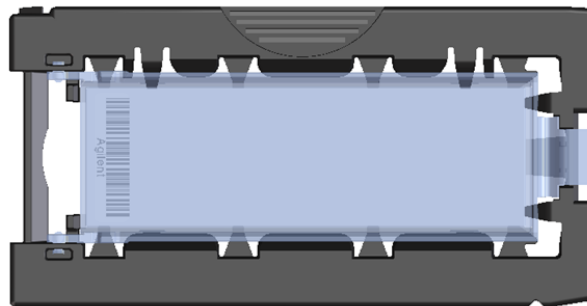

Abbildung 41 Objektträgerhalter – geschlossen mit Objektträger
- g Schließen Sie die Objektträgerabdeckung aus Kunststoff, wobei Sie auf das Ende mit der Nase drücken, bis Sie ein Klicken hören. Siehe Abbildung 41.